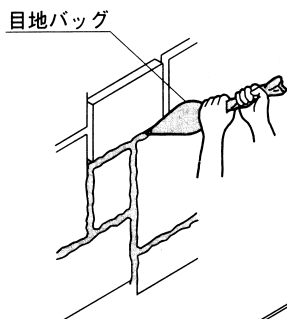

図9
- ① 目地モルタル：清水を5kg：1ℓの割合で練り混ぜてください。
- ② 目地バッグに口金を入れ、中に目地モルタルをつめてください。
- ③ 割石と割石の間(目地)に目地バッグを用いて目地モルタルを充填してください。(図9参照)